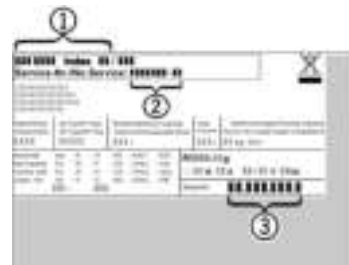

Fig. 7
▶ Apparaataanduiding Fig. 7 (1), servicenr. Fig. 7 (2) en serienr. Fig. 7 (3) van het typeplaatje aflezen. Het typeplaatje bevindt zich aan de linkerkant binnen in het apparaat.
▶ Contact opnemen met de Technische Dienst en het probleem, apparaataanduiding Fig. 7 (1), servicenr. Fig. 7 (2) en serienr. Fig. 7 (3) mededelen.